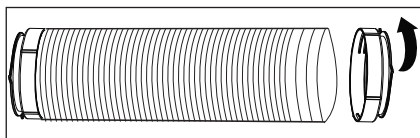

Fig. 6
3. Extienda el otro lado de la manguera y enrósquela al adaptador B (Fig. 6).